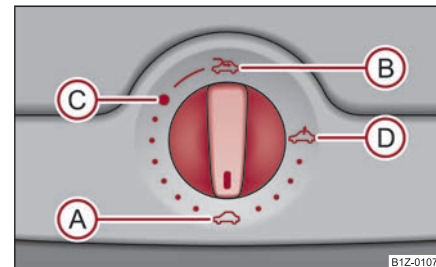

Fig. 53 Comutator rotativ pentru trapa/plafonul glisant electric
Trapa/plafonul glisant se poate deschide și închide când contactul este pus, de la comutatorul rotativ ⇒ fig. 53. Comutatorul rotativ are mai multe poziții.
- Rotiți comutatorul în poziția **C** ⇒ pagina 55, fig. 53.
- Rotiți comutatorul în poziția **A** ⇒ pagina 55, fig. 53.
Puteți închide trapa fără activarea protecției la suprasolicitare apăsând comutatorul în poziția **A** ⇒ pagina 55, fig. 53 în față, până când trapa se închide complet ⇒ .
⇒ pagina 55, fig. 53 și să îl apăsați cca. 10 secunde. ■